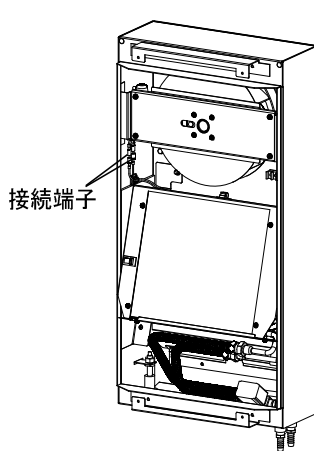

図11
②ファンが接続されている接続端子を取外してください。（図11）